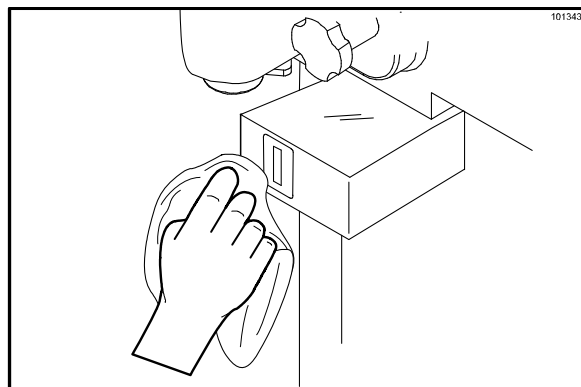

Рисунок 61
19. Используйте чистое, влажное, продезинфицированное полотенце, чтобы мягко вытереть экран датчика системы контроля порции и снять любую накопившуюся смесь. Осмотрите экран датчика на предмет наличия повреждений и замените его в случае необходимости. (См. рис. 61)